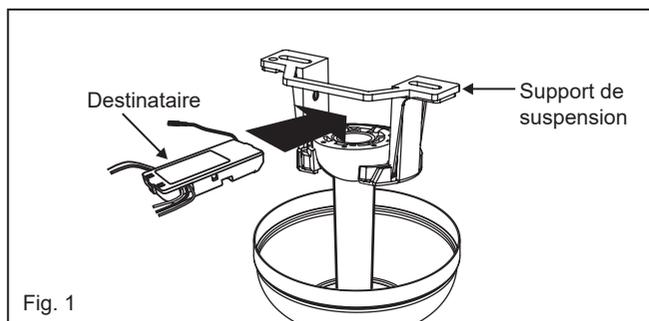

Fig. 1
- 1 Retirez la boule de la tige de suspension en desserrant la vis de réglage sur le côté de la boule. Faites glisser la boule vers le bas et retirez la goupille transversale ; retirer la balle. (Fig. 1)
1. Insérez le récepteur dans le support de montage au plafond avec le côté plat du récepteur face au plafond. (Fig. 1) Pour de meilleures performances, assurez-vous que l'antenne noire et l'antenne WIFI, à l'extrémité du récepteur, restent étendues et ne sont pas emmêlées avec aucun des fils électriques.
- 1 Tout en maintenant l'ensemble LED sous votre ventilateur, effectuez les connexions des fiches polarisées : (Fig. 1)
- 2 Positionnez les encoches sur le bord intérieur de l'ensemble LED de manière à ce qu'elles correspondent aux languettes à l'extérieur du rebord du moyeu de montage. Soulevez délicatement l'ensemble LED à l'intérieur du moyeu de montage et fixez-le au ventilateur en tournant l'ensemble LED dans le sens des aiguilles d'une montre jusqu'à ce qu'il soit bien ajusté. (Fig. 1)
- 1 Sélectionnez un emplacement souhaité. Utilisez la plaque murale pour marquer l'emplacement des trous de montage. Des chevilles murales en plastique ou des vis de montage sont nécessaires pour cette application. (Fig. 1)
Retirez le panneau de l'émetteur, puis installez une pile 2032 (incluse). Vous devez utiliser une pièce de monnaie pour ouvrir ou fermer le couvercle de la batterie. Pour éviter d'endommager l'émetteur, retirez la batterie si vous ne l'utilisez pas pendant de longues périodes (Fig. 1)